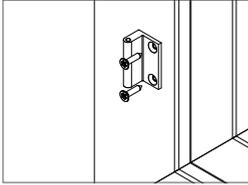

Abb. 2: Befestigungsschrauben montieren
2. zu Abb.2: Montieren Sie das untere Scharnier mit den Befestigungsschrauben.